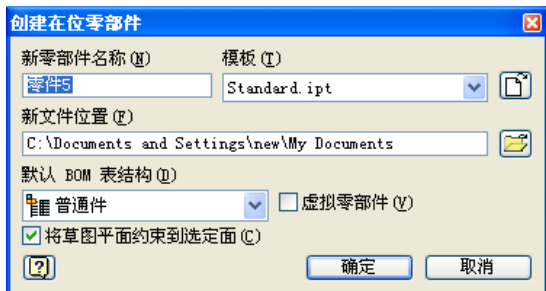

图 4-39 “创建在位零部件”对话框
(1) 单击【装配】标签栏【零部件】面板上的【创建】工具按钮,打开【创建在位零部件】对话框如图4-39所示。
(2) 需要指定所创建的新零部件的文件名。
(3) 在【文件类型】选项中选择创建何种类型的文件,有零件和部件两个选项。
(4) 另外还需要指定新文件的位置和创建文件所需要用的模板。
(5) 如果选中【将草图平面约束到所选面】选项,则在所选零件面和草图平面之间创建配合约束。如果新零部件是部件中的第一个零部件,则该选项不可用。
(6) 单击【确定】按钮,则对话框关闭,回到部件环境中,首先需要选择一个用来创建在位零部件的草图,可以选择原始坐标系中的坐标平面、零部件的表面或者工作平面等以创建草图,绘制草图几何图元,
(7) 草图创建完毕后,选择【拉伸】、【旋转】、【放样】等造型工具创建零件的特征。
(8) 当一个特征创建完毕以后，还可以继续创建基于草图的特征或者放置特征。
(9) 当零件已经创建完毕后，在工作区域内单击右键，在打开菜单中选择【完成编辑】选项即可回到部件环境中。